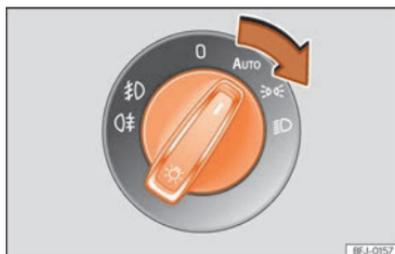

Fig. 70 Tablero de instrumentos: mando de las luces.
- Conecte el encendido y gire el mando de las luces a la posición deseada »» fig. 70: